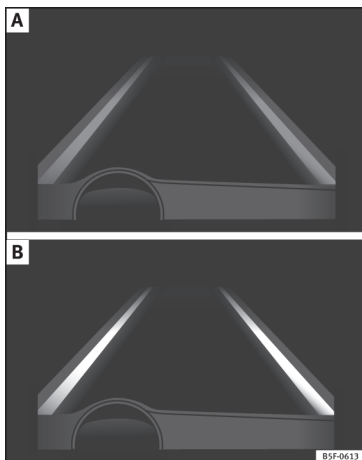

Fig. 212 Kombiinstrumentets display: vognbaneassistentens displayvisning (eksempel 1)
- System aktivt, men ikke tilgængeligt, da minimumshastigheden ikke er nået, eller systemet ikke kan genkende vognbanelinjerne » **Fig. 212 A**.
- System aktivt og tilgængeligt, begge vognbanelinjer registreret. I øjeblikket bliver kørselsretningen ikke korrigeret » **Fig. 212 B**.